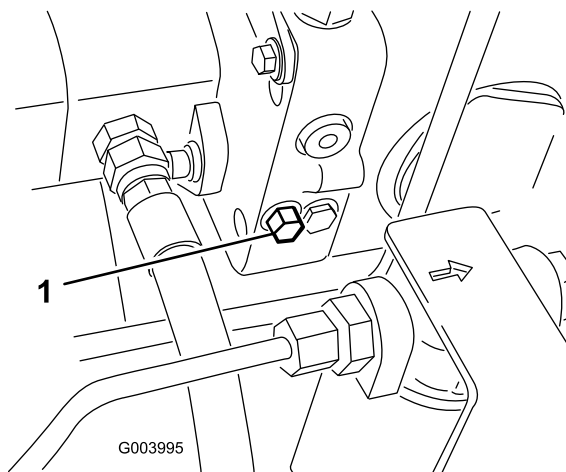

Figura 41
1. A válvula de derivação está localizada no lado esquerdo do hidrostato (Figura 41). Rode o parafuso 1,5 voltas para abrir para permitir a passagem do óleo internamente. Após este procedimento, torna-se possível deslocar lentamente a máquina sem danificar a transmissão.